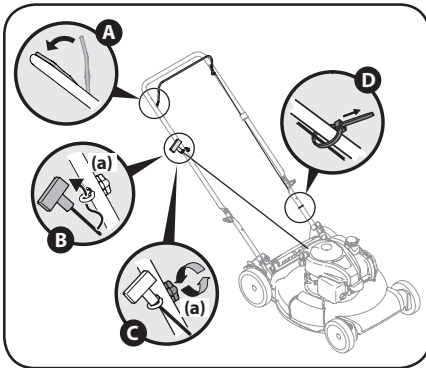

Figura 2-6
- La guía de la cuerda está unida al costado derecho de la manija superior. Afloje la perilla de aleta (a) que sujeta la guía de la cuerda. Consulte la Figura 2-6.